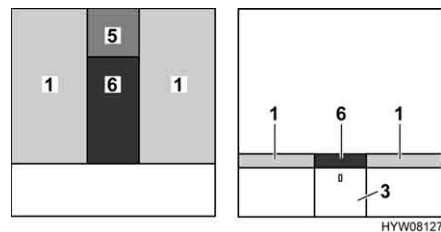

Fig. 83 Después de la transformación
- Colocar el cojín adicional (Fig. 83,5) sobre el armario de noche.
- Colocar el cojín adicional (Fig. 83,6) entre los colchones (Fig. 83,1).